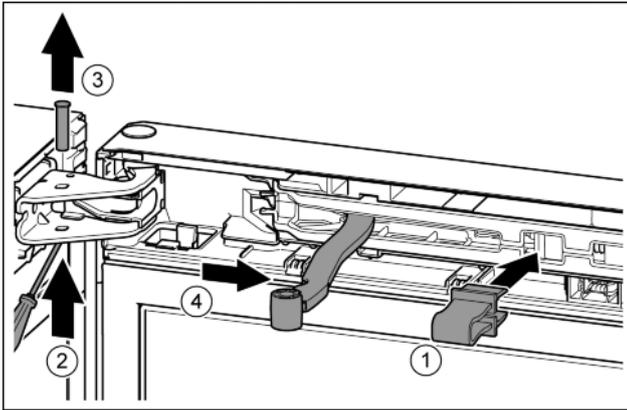

Fig. 12
- Sicherung in Öffnung einrasten. Fig. 12 (1)
- Bolzen mit Schraubendreher T15 herausschieben. Fig. 12 (2)
- Bolzen nach oben herausnehmen. Fig. 12 (3)
- Gelenk in Richtung Tür drehen. Fig. 12 (4)